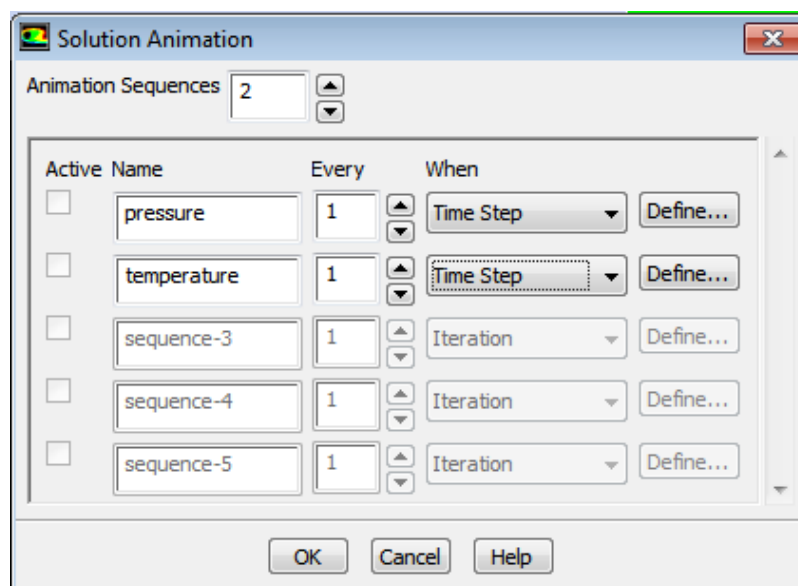

Рисунок 36 – Меню задания анимации (*Solution Animations*)
- в данном окне в опцию *Animation Sequences* следует ввести количество анимаций, которое будет создано в процессе решения. В данном случае оно будет равно числу 2 (рисунок 36).